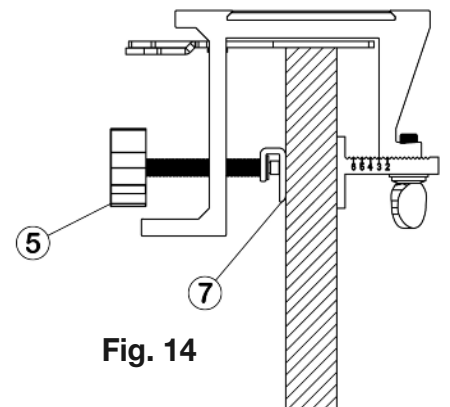

Fig. 14
2. Après avoir déployé complètement les *barres de positionnement*, vous êtes prêt à placer le bois dans le gabarit. Insérez le bois délicatement contre les barres de positionnement déployées (fig. 14) et serrez la *vis de serrage* suffisamment pour que le bois soit retenu lâchement par les *serre-joints* [7].